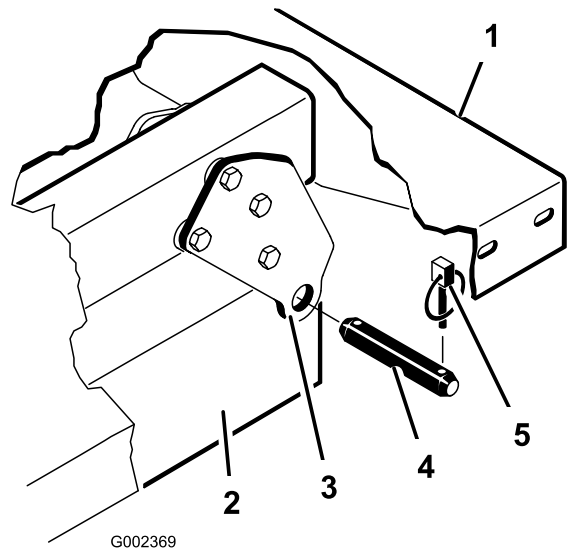

Figure 4
de montage du plateau en les poussant vers l'intérieur (Figure 4).
6. Enlevez les goupilles à anneau et les axes de chape qui fixent les supports de pivot aux profilés du cadre (Figure 4).